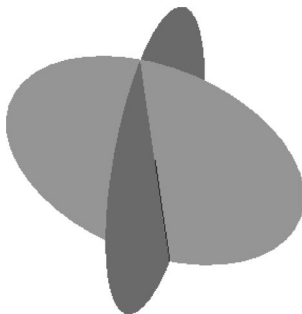

图 9-86 修剪曲线
STEP 04 单击“完成”按钮，即可修剪曲线，效果如图 9-86 所示。